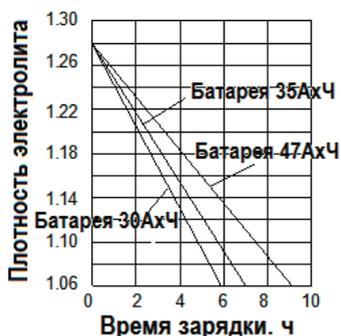

Рис. 6. Примерное время зарядки аккумулятора в зависимости от плотности электролита
7.3.1. Для доливки масла отвернуть крышку маслозаливной горловины и долить масло до уровня указанного на рис. 6.